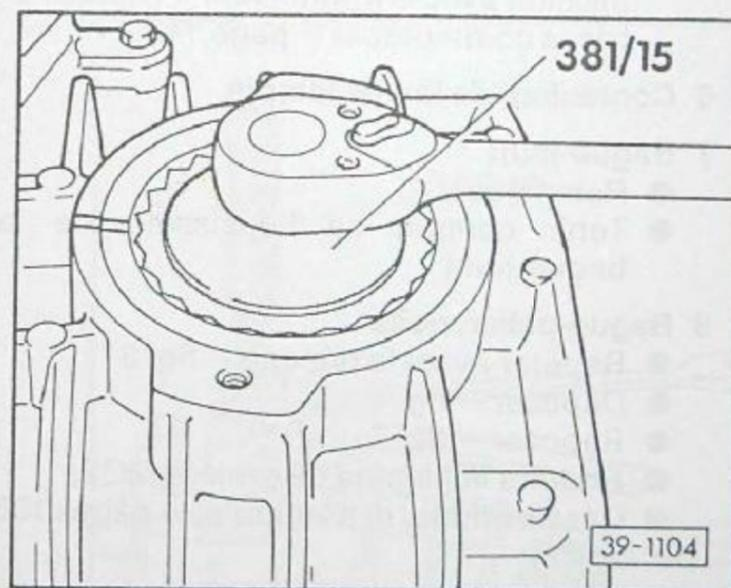

Fig. 4 Bagues-paliers: dépose
- Déposer – fig. 4
- Repérer avant la dépose – fig. 4